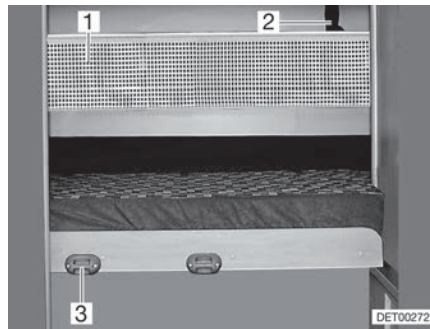

Fig. 65 Filet de sécurité
- Accrocher l'échelle de montée par les longerons sur le bandeau (Fig. 65,3) installé sur le cache.
Le filet de sécurité (Fig. 65,1) de série est rangé entre le matelas et le sommier à lattes. Ne tendre le filet de sécurité qu'une fois que la personne se trouve dans le lit.
- Faire s'enclencher les sangles de retenue (Fig. 65,2) dans les œilletons du plafond.